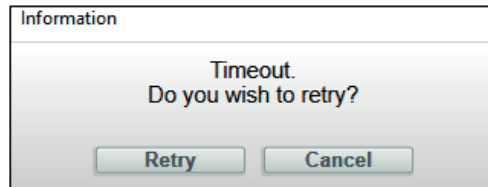
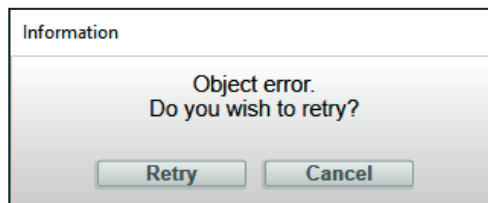

Figura 153. Mensaje del tiempo de espera agotado.
Figura 154. Mensaje de error del objeto.
Cuando se intenta conectar un reconector TripSaver II utilizando el software de configuración del centro de servicio, el proceso de conexión se agotará si no puede crear o mantener una conexión inalámbrica. Vea la Figura 153. Esto es generalmente causado por la baja intensidad de la señal, la cual puede ser el resultado de la distancia, la orientación del producto, la interferencia de otras fuentes de señal, o una combinación de éstas. Hay disponible un transceptor USB con una antena externa mejorada para mejorar la intensidad de la señal.
- PASO 3.** Reintente conectar al reconector TripSaver II. Si persiste el mensaje de Tiempo de Espera Agotado (ver la Figura 153) o aparece un mensaje Object Error (Error de Objeto) (ver la Figura 154), (esto puede ser notorio con más frecuencia cuando conecte a los reconectores TripSaver II consecutivos usando la misma computadora), restablezca el transceptor USB.